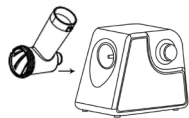

Рис. 1
- Вставьте головку мясорубки (7) в установочное место (4) (рис. 1).